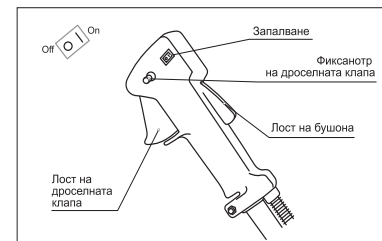

рис. 10
5. Завъртете ключа за запалване на дясната дръжка в положение ВКЛ / 1. Като натиснете превключвателя, натиснете надолу дроселния лост и го задръжте в освободено състояние с помощта на фиксатор (рис. 10).